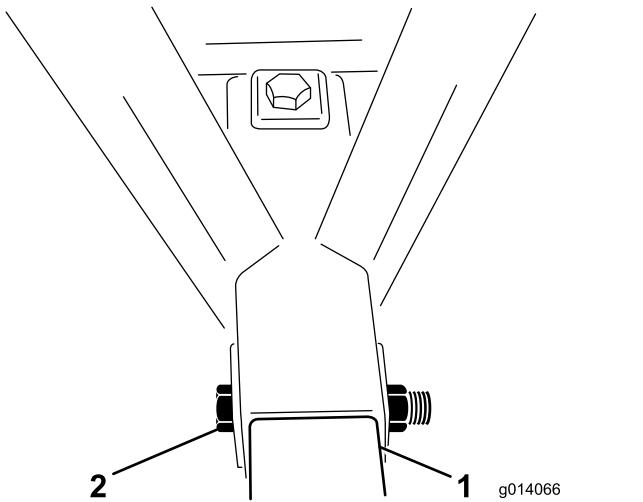

Figura 4
5. Inserite un bullone (1" x 6½") nel telaio e nel tubo dell'attacco di traino e fissatelo con un dado di bloccaggio (**Figura 4**). Serrate il dado di bloccaggio a una coppia di 976–1.193 N·m.
6. Inserite un bullone (1" x 6½") nella parte superiore del telaio e verso il basso nel tubo dell'attacco di traino e fissatelo con un dado di bloccaggio (**Figura 4**). Serrate il dado di bloccaggio a una coppia di 976–1.193 N·m.